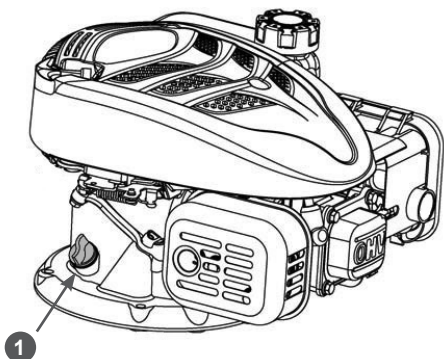

Рис. 17. Замена моторного масла
3. Очистите от загрязнений зону вокруг маслязаливной горловины. Выкрутите крышку-щуп 1 из маслязаливной горловины и протрите его чистой ветошью (Рис. 17).